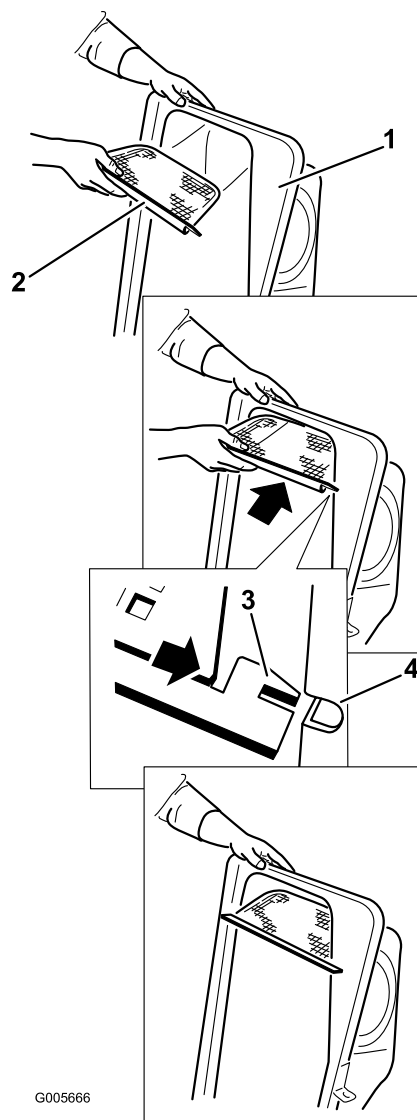

Figure 20
2. Montez le filtre comme illustré à la Figure 20 de sorte qu'il soit incliné dans la direction des sacs de ramassage.